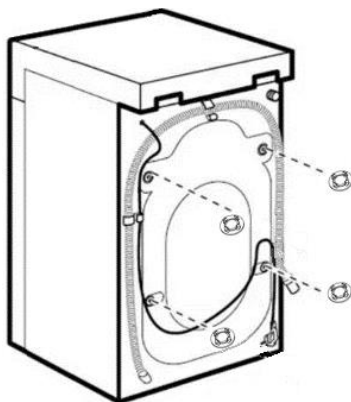

Рисунок 3
- 4. Используйте защитные крышки, входящие в комплект поставки, чтобы закрыть отверстия для болтов (см. рис.3).